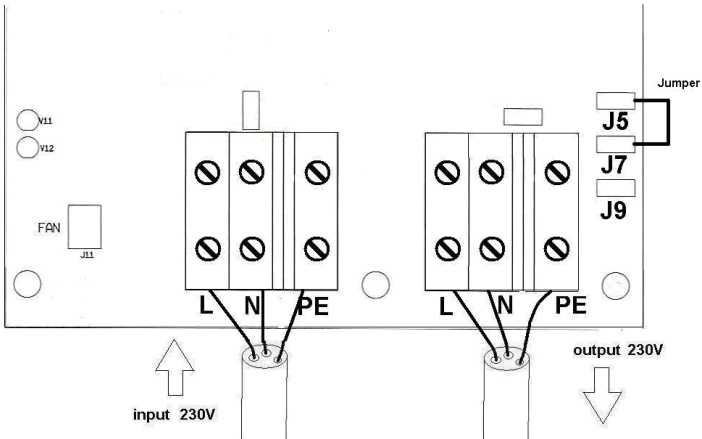

Abb. 3: Fehlerstromschutzschaltung (FI-Schalter)
2.3 Fehlerstromschutzschaltung (Abb. 3)
Im Ausgang des Trenntrafos muss ein Fehlerstrom-Schutzschalter eingebaut werden. Dazu muss der Ausgangs-Nullleiter geerdet werden (Verbindung mit dem Stahlrumpf). Dies wird mit einem Überbrückungskabel zwischen den Anschlüssen J5 und J7 (siehe Abb. 3) und der Erdung des Gehäuses erreicht.